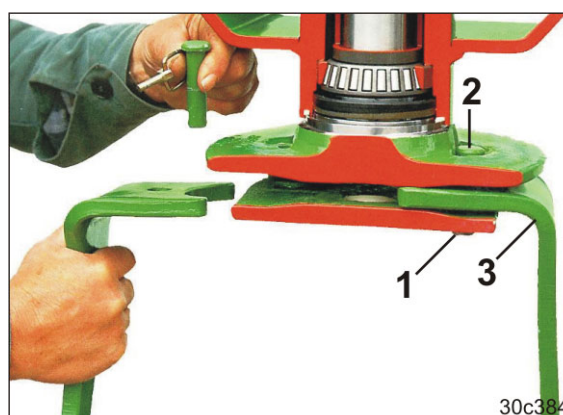

Fig. 124
3. Fjern ringsplitten (Fig. 124/1).
4. Slå bolten (Fig. 124/2) opad ud af redskabsholderen.
5. Udskift harvetænder (Fig. 124/3).